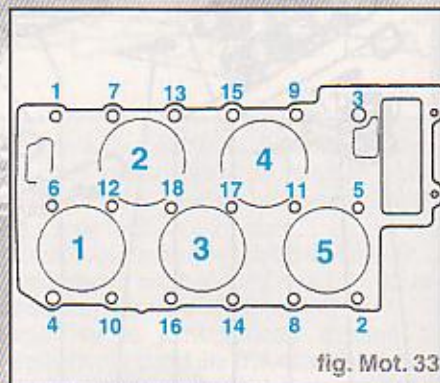

fig. Mot. 33
- Desserrer les boulons de culasse dans l'ordre indiqué et les dévisser complètement (fig Mot. 33).